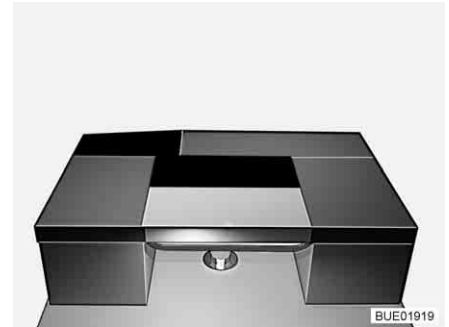

Bild 126 Efter ombyggnaden
- Lägg extra dynan tvärt över bordet (se Bild 126).